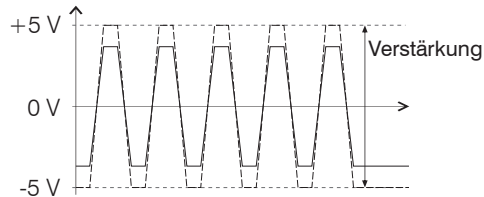

Abb. 16 Ausgangssignal am Controller, optimale Verstärkung
- ➡ Stellen Sie mit dem Potentiometer „Gain“ die gewünschte Ausgangsspannung für den vollen Messbereich ein (± 5 V), siehe Abb. 16.